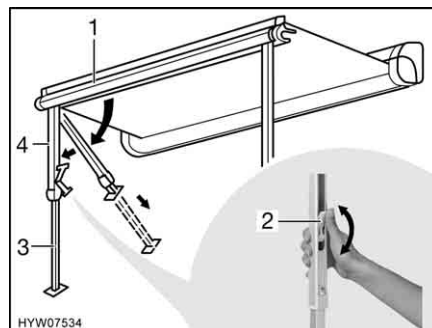

Fig. 14 Installazione dei montanti di supporto
- Rimuovere i montanti di supporto (Fig. 14,4) dal listello anteriore (Fig. 14,1) esercitando una leggera pressione verso l'esterno, quindi ribaltarli e collocarli.
- Aprire il bloccaggio sui montanti di supporto. A tal fine ripiegare la leva di serraggio (Fig. 14,2) verso l'alto.
- Estrarre la parte inferiore dei montanti di supporto (Fig. 14,3) fino alla lunghezza desiderata.
- Chiudere il bloccaggio presente sui montanti di supporto. A tale scopo, spingere la leva di serraggio (Fig. 14,2) verso l'alto.